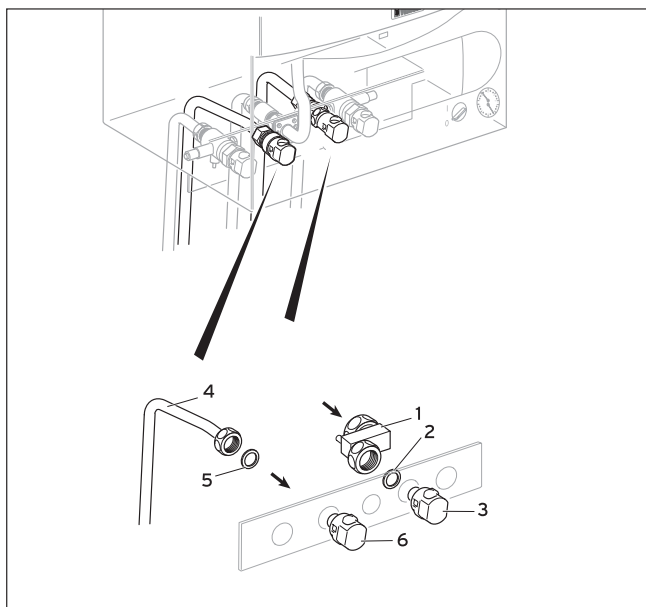

图7.10 冷水管和生活热水管的安装
- 将15mm的燃气连接件 (1) 与设备的燃气接口 (2) 相连；
- 将不小于15mm直径的燃气供应管接到管件 (1) 的另一端；
7.8 冷水管和生活热水管的连接(参见图7.10)